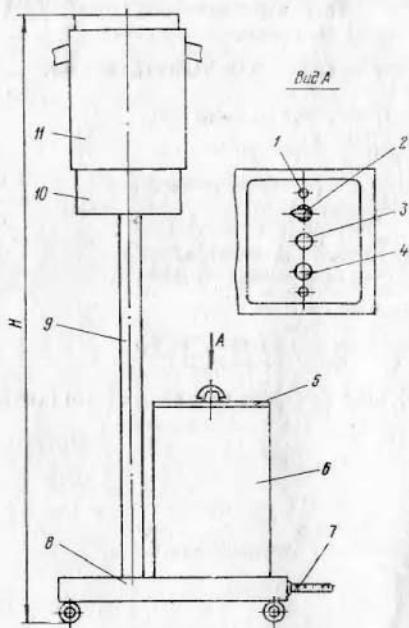
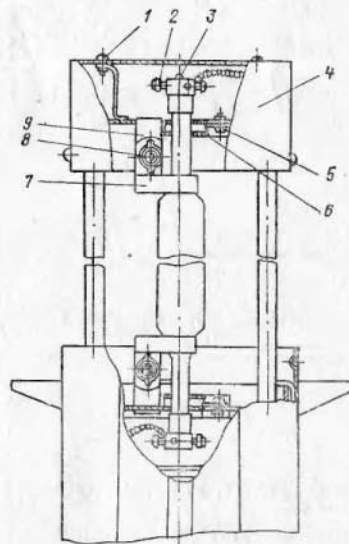

Рис. 1. Общий вид облучателя
Рис. 2. Установка лампы ДРТ
Облучатель (рис. 1) состоит из трех основных узлов: основания 8, стойки 9 и головки облучателя 10. На основании под кожухом 6 расположен блок питания и предохранитель (плавкая вставка).
Для установки лампы ДРТ (рис. 2) необходимо: защитный кожух 11 (см. рис. 1) опустить вниз; вывернуть винты 1 на верхнем кожухе 4 и снять его (см. рис. 2);
6.4. Подсоединить сетевой шнур 7 (см. рис. 1) к сети.
8.1. Для проверки монтажа, для замены запасных частей электронитающего устройства необходимо отвернуть два винта 1 (см. рис. 1) и снять крышку 5.